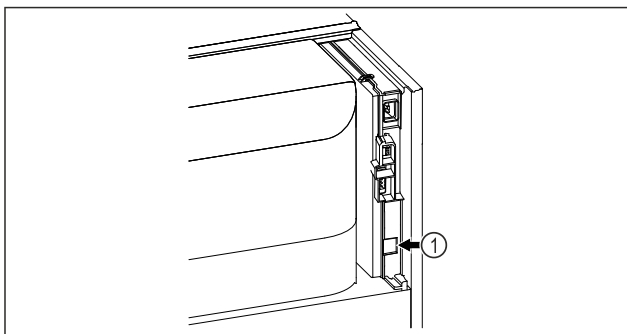

Fig. 92
- Vstavljen je SmartModule Fig. 92 (1).